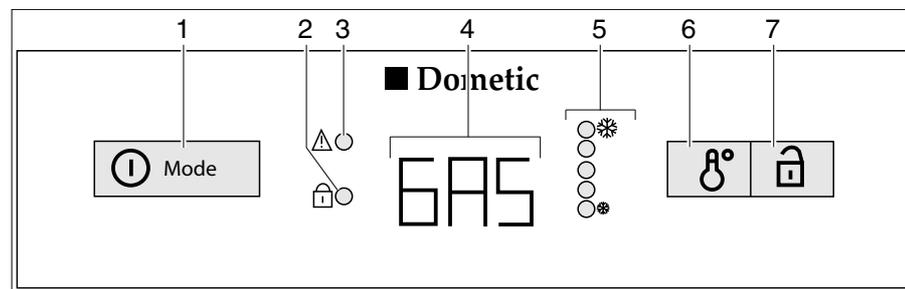

Bild 216 Bedienelemente für den Kühlschrank (Dometic 8er-Reihe mit AES)
Bei Störungen blinkt die Anzeige-LED Störung "⚠" (Bild 216,3).
Wenn die 230-V-Versorgung **nicht** angeschlossen und der Fahrzeugmotor **ausgeschaltet** ist, wählt das AES die Gasversorgung. Beim Anwählen des Gasbetriebs wird die Zündsicherung automatisch geöffnet, so dass Gas zum Brenner strömen kann. Gleichzeitig wird der elektronische Zünder eingeschaltet. Erlischt die Gasflamme, z. B. durch einen Luftzug, wird der Zünder sofort aktiviert und zündet das Gas wieder an. Bei Störung im Gasbetrieb blinkt in der Betriebsanzeige (Bild 216,4) der Text "GAS".
Nach dem Einschalten wählt der Kühlschrank automatisch die mittlere Thermostateinstellung. Diese Einstellung kann manuell mit dem Schalter für die Temperatureinstellung (Bild 216,6) nachgeregelt werden. Die Anzeige-LEDs (Bild 216,5) zeigen die gewählte Thermostateinstellung an. Mit dem Schalter wird die Kühltemperatur für alle drei Energiearten eingestellt. Es dauert einige Stunden, bis der Kühlschrank die normale Betriebstemperatur erreicht hat. Beim Umschalten der Betriebsart wird die Thermostateinstellung beibehalten. Die Kühltemperatur wird unabhängig von der Energieart beibehalten.
- Den Einschalter/Energie-Wahlschalter (Bild 216,1) 2 Sekunden lang drücken, um das Gerät einzuschalten. Die zuletzt gewählte Betriebsart wird in der Betriebsanzeige (Bild 216,4) angezeigt.
- Mit dem Einschalter/Energie-Wahlschalter (Bild 216,1) die Energieart wählen.
- Die Kühltemperatur am Schalter für Temperatureinstellung (Bild 216,6) einstellen. Die Anzeige-LEDs (Bild 216,5) zeigen die gewählte Thermostat-Einstellung.
- Den Einschalter/Energie-Wahlschalter (Bild 216,1) 2 Sekunden lang drücken. Alle Anzeigen erlöschen.